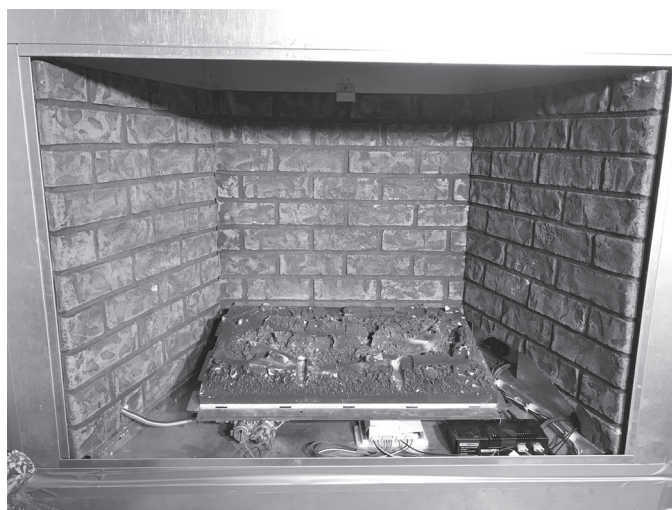

Figure 11.9
- Mettez en place les matériaux réfractaires des côtés gauche et droit. Voir la figure 11.9.